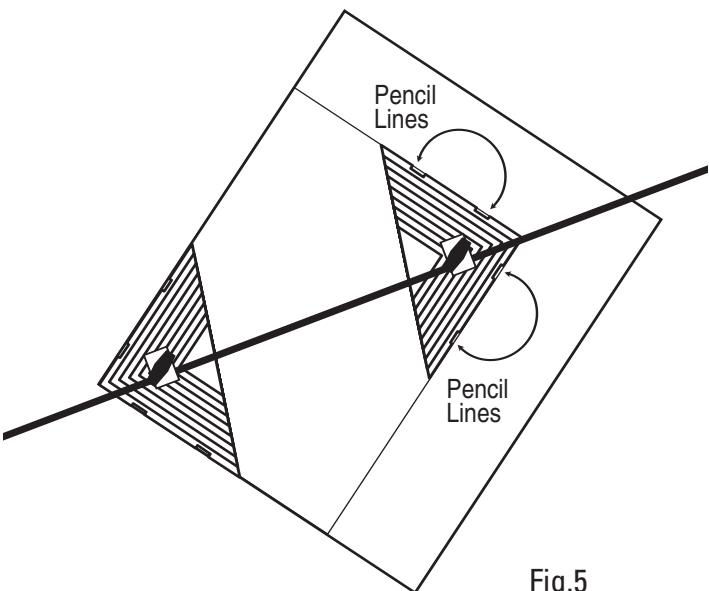

Fig.5
Étape 3 – Retirez l'outil de dimensionnement du cadre et assurez-vous que la position de chaque triangle n'a pas changée. Placez le guide-bordure Fit-N-Frame au dos du passe-partout en alignant le triangle A sur l'angle inférieur gauche du passe-partout. (Fig. 5)
Étape 4 – Tracez ensuite une ligne à l'intérieur des deux petits renflements du triangle B. Ces lignes constituent les dimensions extérieures du passe-partout. (Fig. 5)
Procedura 3 - rimuovere l'attrezzo per dimensionare dalla cornice controllando che la posizione dei due triangoli non cambi. Posizionare la guida per bordi Fit-N-Frame sul retro del cartoncino allineando il triangolo A con l'angolo inferiore sinistro del cartoncino. (Fig. 5).
Procedura 4 - tracciare una riga all'interno dei due incavi del triangolo B. Queste righe indicano le dimensioni esterne del cartoncino (Fig. 5).
Schritt 3 - Nehmen Sie das Messwerkzeug vom Rahmen und achten Sie dabei darauf, dass die Dreiecke nicht verrutschen. Legen Sie den Fit-N-Frame Border Guide auf die Rückseite des Passepartoutkartons, indem Sie Dreieck A auf die untere linke Ecke des Kartons auflegen. (Abb. 5)
Schritt 4 - Ziehen Sie jetzt eine Linie in den beiden flachen Aussparungen von Dreieck B. Diese Linien sind die Außenkante des Passepartouts. (Abb. 5)
Paso 3: retire la herramienta de medición del marco asegurándose de que la posición de cada triángulo no cambie. Coloque la Guía de bordes para montaje en bastidor en la parte posterior del panel alinear el Triángulo A con la esquina inferior izquierda del panel. (Fig. 5)
Paso 4: luego dibuje una línea dentro de las dos ranuras del Triángulo B. Estas líneas están fuera de las dimensiones del panel. (Fig. 5)